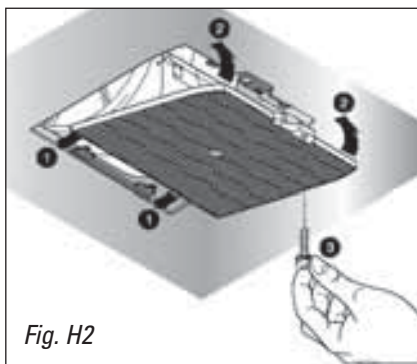

Fig. H2
Zur Montage oder zum Austausch der Aktivkohlefilter, die Metallfilter (FM), wie in Abbildung H1-1 dargestellt, entfernen und den Anweisungen in Abb. H2 folgen.